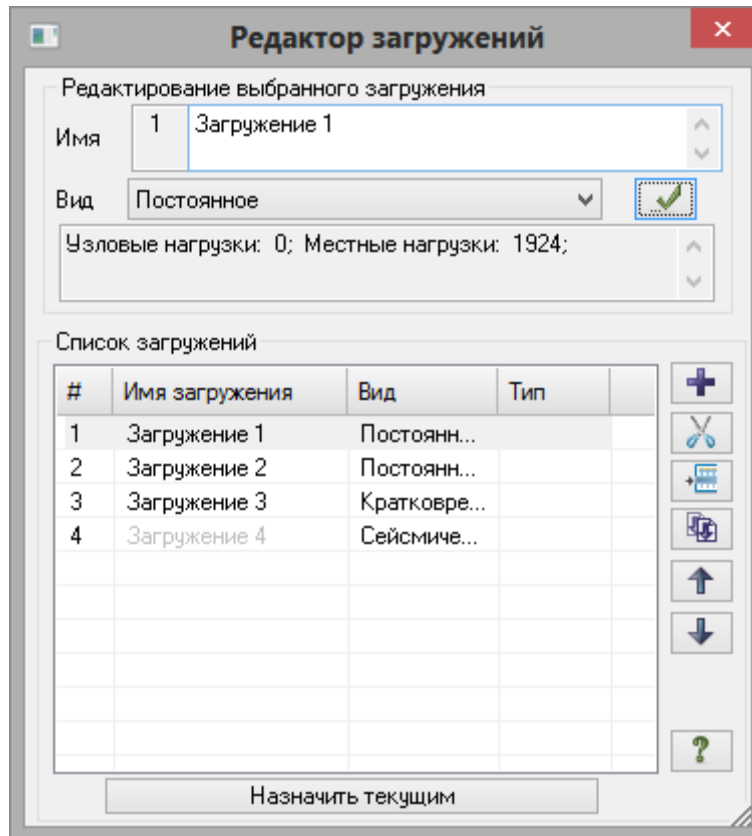

Рис.4.24. Диалоговое окно **Редактор загрузений** **Задание характеристик для расчета**
- Вызовите диалоговое окно **Редактор нагружений** (рис.4.24) щелчком по кнопке  – **Редактор нагружений** (панель **Нагрузки** на вкладке **Создание и редактирование**).
Так как вид загрузки задавался в диалоговом окне **Редактор нагрузений** (рис.4.24) таблица РСУ сформировалась автоматически с параметрами, принятыми по умолчанию для каждого нагружения. Далее нужно только изменить параметры для третьего нагружения.